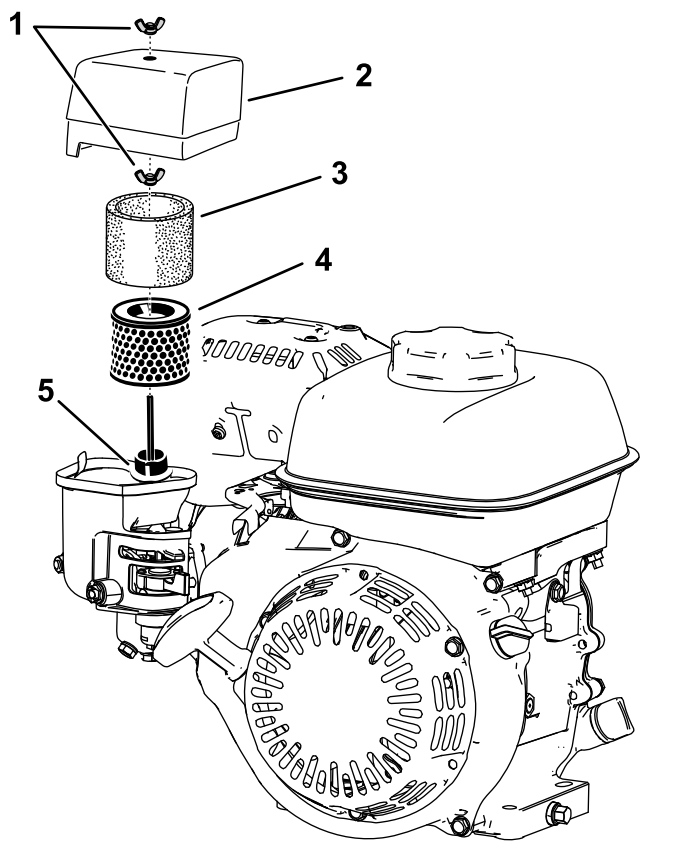

Bild 27
- Entfernen Sie die Flügelmutter, mit der die Luftfilterabdeckung befestigt ist (Bild 27).